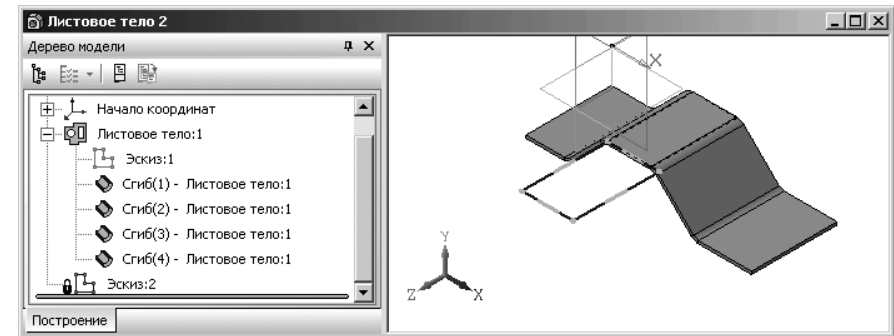

Рис. 7.52. Процесс построения эскиза пластины на верхней грани листовой детали
- введите в поле **Ширина** значение ширины равное 36, а затем нажмите клавишу **Enter** для фиксации введенных данных. Возможное состояние окна модели показано на рис. 7.52.